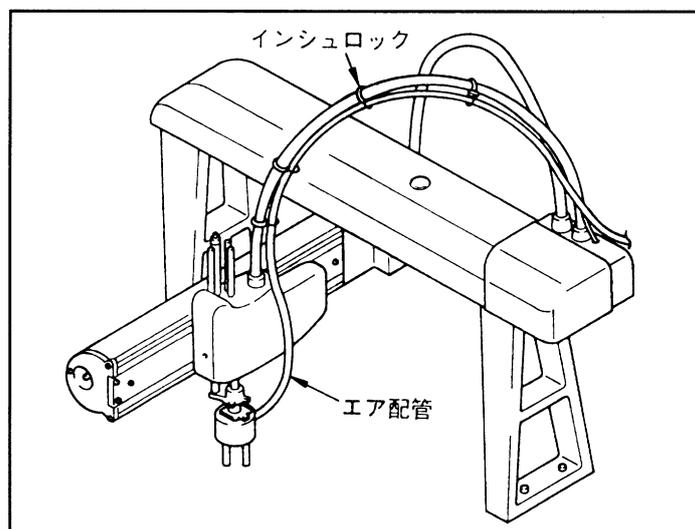

図5-69 配線の固定
4.2 XY型ロボットの配線・配管 図5-69のように第3軸への配線とエア配管を固定している部分のインシュロックを切る。そしてハンド・ツール配線・配管をたばねてもう一度、第3軸への配線に固定してください。